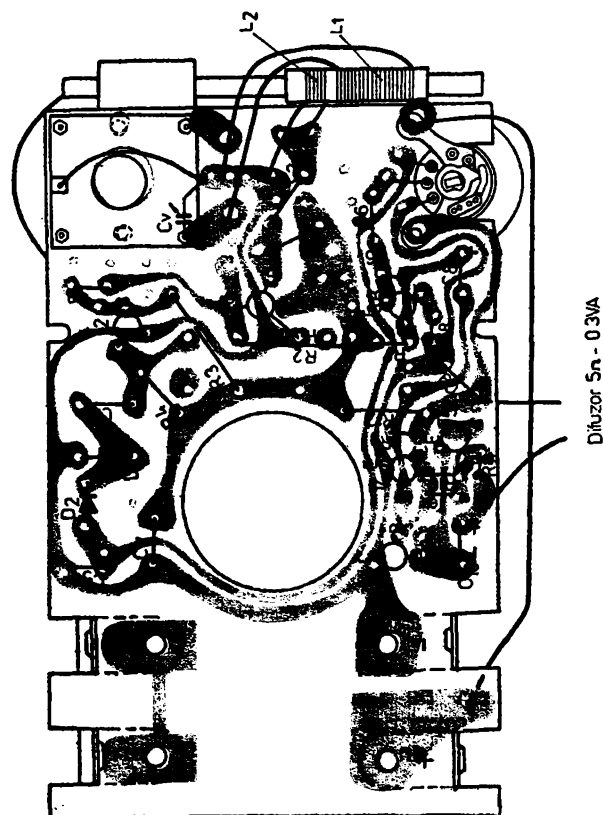

Fig. 5
Se introduce antena de ferită în suport și se realizează legăturile bobinelor de pe antena de ferită la cablajul imprimat în conformitate cu schema de principiu a radioreceptorului din fig. 4. și fig. 5, astfel ca în paralel cu condensatorul variabil să fie conectată bobina cu număr mare de spire, iar bobina cu număr mic de spire să fie conectată la intrarea primului amplificator de radiofrecvență.
În continuare se vor planta și lipi pe placa de circuit imprimat, componentele electronice, în modul cum este arătat în fig. 5. Mai întâi se vor planta și lipi rezistențele și condensatoarele, apoi termistorul, diodele și tranzistoarele. Lipiturile între terminale și placă trebuie să fie perfecte. Se va evita încălzirea puternică a terminalelor componentelor electronice în special la diode și tranzistoare, deoarece prin încălzire puternică componentele electronice se pot distruge, iar cablajul de pe placa de circuit se exfoliază (folia de cupru se desprinde de suport). Se recomandă ca terminalele să fie ținute cu o pensetă în timpul lipirii atenuându-se astfel șocul termic. Urmează montarea condensatorului variabil care se face împreună cu suportul pentru antena de ferită. Se așează direct pe partea neplacată a plăcuței cu circuit imprimat suportul de material plastic pentru antena de ferită peste care cu șuruburile M2 × 4, prevăzute cu șaibe de preșpan, se fixează, dinspre placa placată, condensatorul variabil.
b) Verificarea respectării polarității pentru tranzistoare și diode și realizarea tuturor conexiunilor conform schemei de principiu din fig. 4 și inscripționării plăcii de circuit din fig. 5.
d) Se va verifica dacă bobinele de pe antena de ferită sînt conectate corect. Se va observa cu atenție terminalele celor două bobine și modul cum sînt conectate la placa de circuit imprimat. Terminalele trebuie conectate așa cum este arătat în fig. 5, L1 fiind bobina cu număr mare de spire iar L2 bobina cu număr mic de spire.